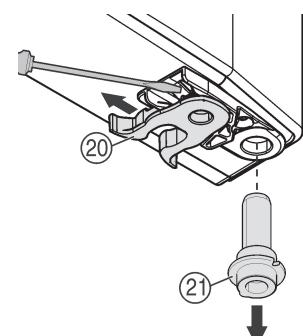

Fig. 8
- переставити Fig. 8 (20) пружинний затискач: Натиснути язичок защіпки вниз, зняти з нього пружинний затискач.
- Вийміть гвинт Fig. 8 (21) із втулки дверцята і вставте разом із шайбою на протилежному боці. Язичок защіпки повинен бути спрямований до внутрішньої сторони дверцята, надріз — до зовнішньої сторони.
- Поверніть нижню частину дверцята і вставте гвинт Fig. 8 (21) в опорний кронштейн. У разі необхідності покрутіть гвинт до його фіксації.